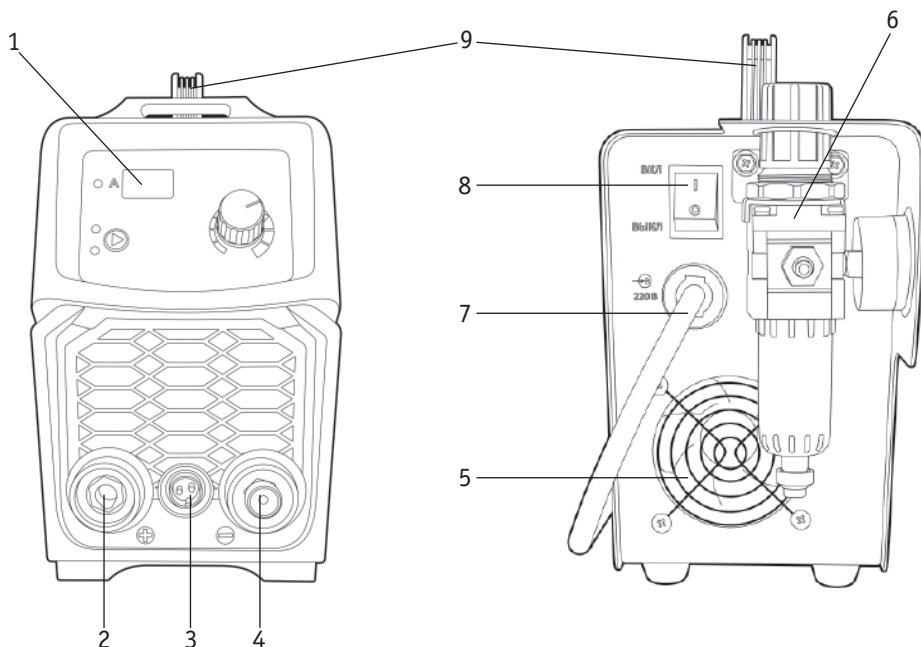

Рис. 6.1. Вид спереди и сзади.
3. Подключите силовой вход плазмотрона к разъёму аппарата на передней панели (См. рис. 6.1, пункт б), убедитесь в плотной фиксации соединения.
4. Подключите разъем управления плазмотроном к разъёму аппарата на передней панели (См. рис. 6.1, пункт 5).